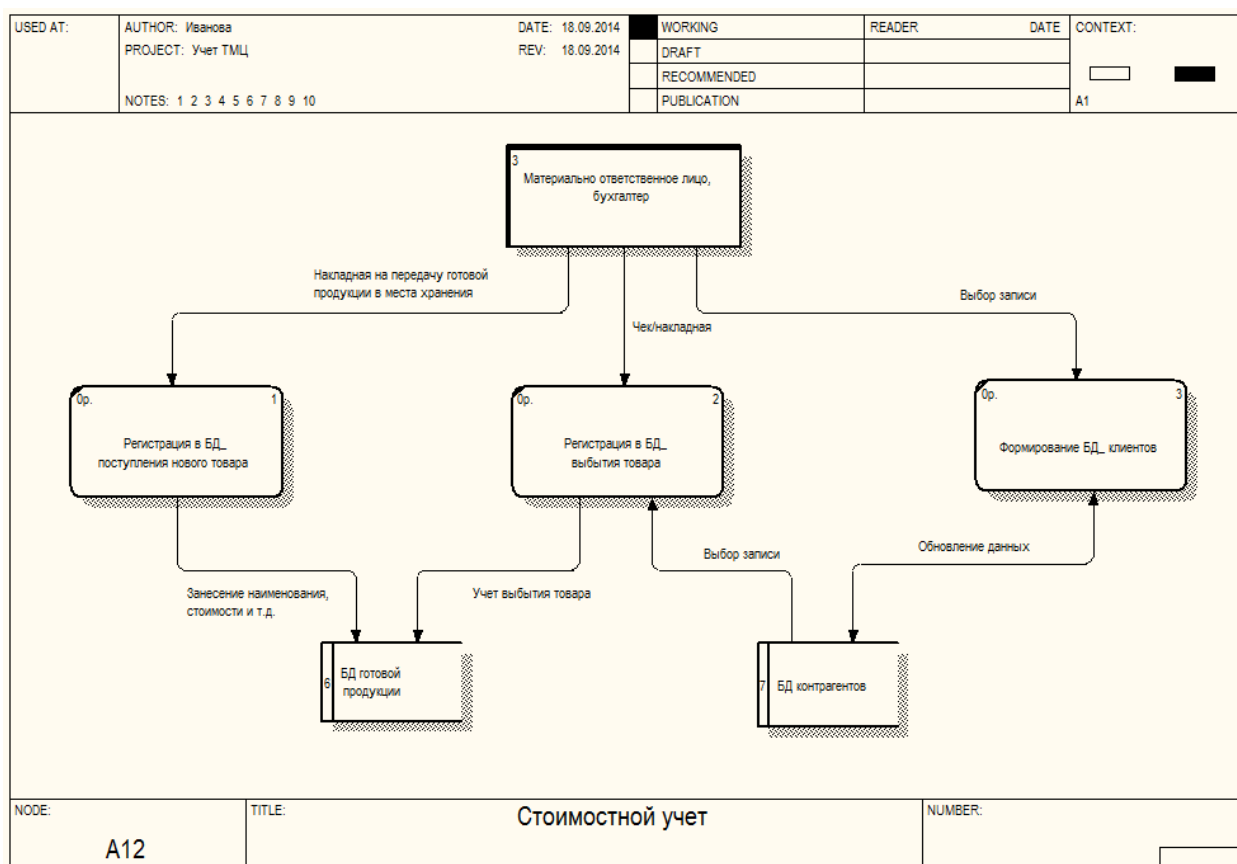

Рис. 42. DFD-диаграмма A12 Стоимостной учет
2. На основе табл. 16, 17 и рис. 42 проведите декомпозицию работы *Стоимостной учет*.